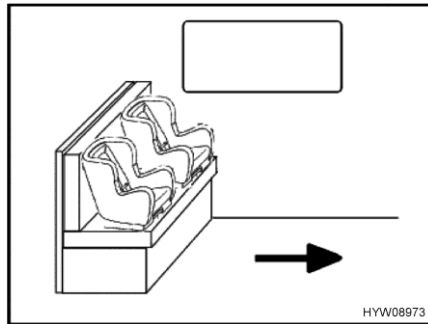
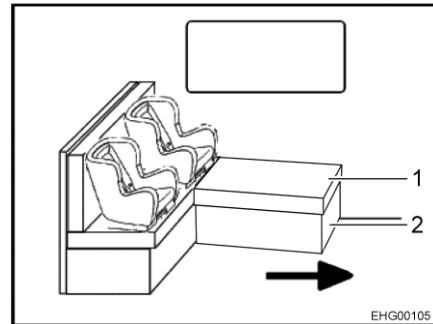

Bild 25 Kindersitze auf Sitzbank
Bild 26 Kindersitze auf L-Sitzbank
Der Pfeil in Bild 25 und Bild 26 zeigt die Fahrtrichtung.
- Das Polster (Bild 26,1) bei Bedarf entfernen.
- Das Truhengestell (Bild 26,2) bei Bedarf zusammenklappen.